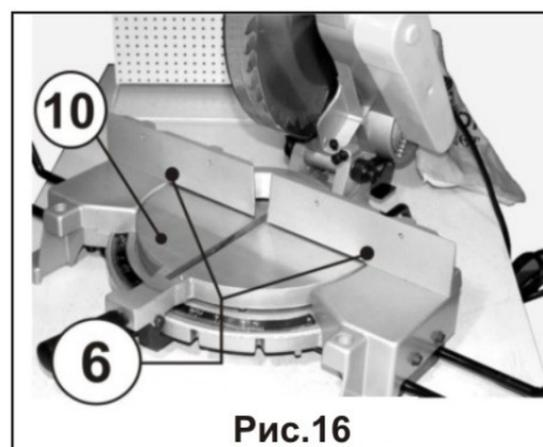

Рис.16
Если фронтальный упор (6), Рис. 16, был снят с основания пилы, его необходимо установить под углом  $90^\circ$  к пильному диску. Поместите угольник одной стороной плотно к фронтальному упору (6), а другой - к прорези в столе, Рис.16. Установите фронтальный упор под углом  $90^\circ$  к прорези в столе. Затяните четыре винта. **ПОМНИТЕ:** после установки фронтального упора под углом  $90^\circ$  к прорези в столе (10) может потребоваться дополнительная регулировка, уже описанная в разделе 11.1.
Положите деталь на стол (10) и твердо прижмите ее к фронтальному упору (6), Рис.16.
Если размер детали заставляет вас держать руку в пределах 10см от пильного диска, деталь следует закрепить струбциной (7), Рис.1, к фронтальному упору (6), Рис.16, до начала пиления.
Никогда не пилите навесу. Деталь должна быть плотно прижата к столу (10) и фронтальному упору (6), Рис.16.